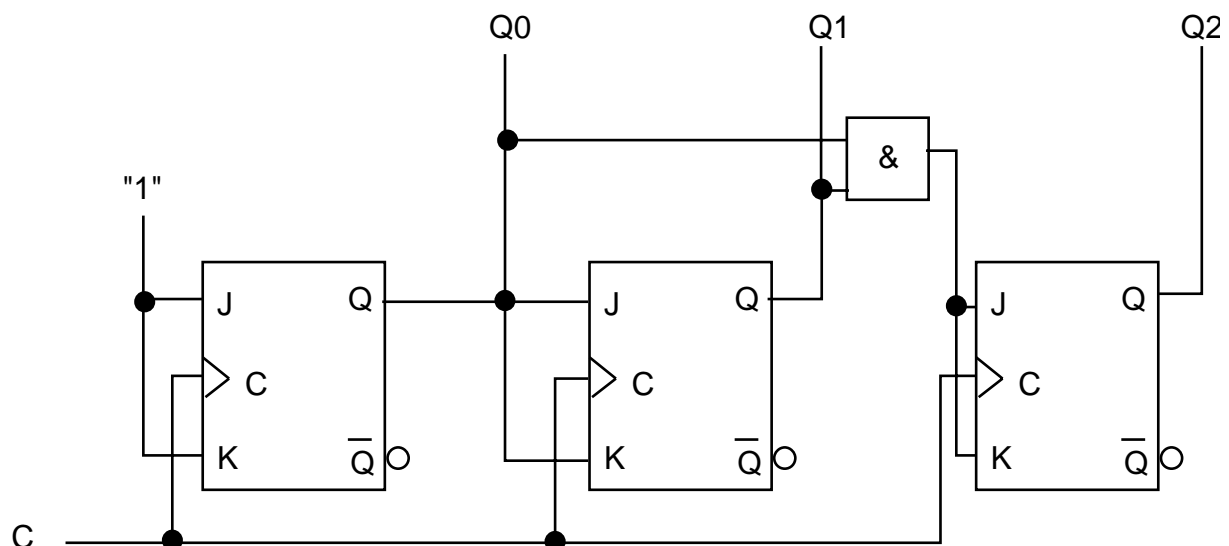

Abbildung 4: 3-Bit Dual-Vorwärtszähler.
- Bauen Sie den 3-Bit-Dual-Vorwärtszähler wie er in Abbildung 4 gegeben ist auf. Verwenden Sie 74LS73 (JK) und 4011 (NAND) Bausteine. Entnehmen Sie das Eingangssignal wieder dem Funktionsgenerator. Die Ausgänge schließen Sie an die Digitalanzeige des Digital Boards an. Zeigen Sie ihrem Betreuer, dass der Zähler korrekt arbeitet !!!